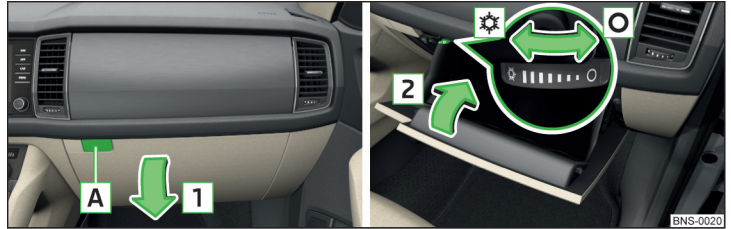

Abb. 106 Ablagefach unten öffnen / Ablagefach unten schließen und Luftzufuhr bedienen
» Abb. 106.
- Zum **Öffnen** den Drehschalter bis zum Anschlag in die Position ☼ drehen » **Abb. 106.**